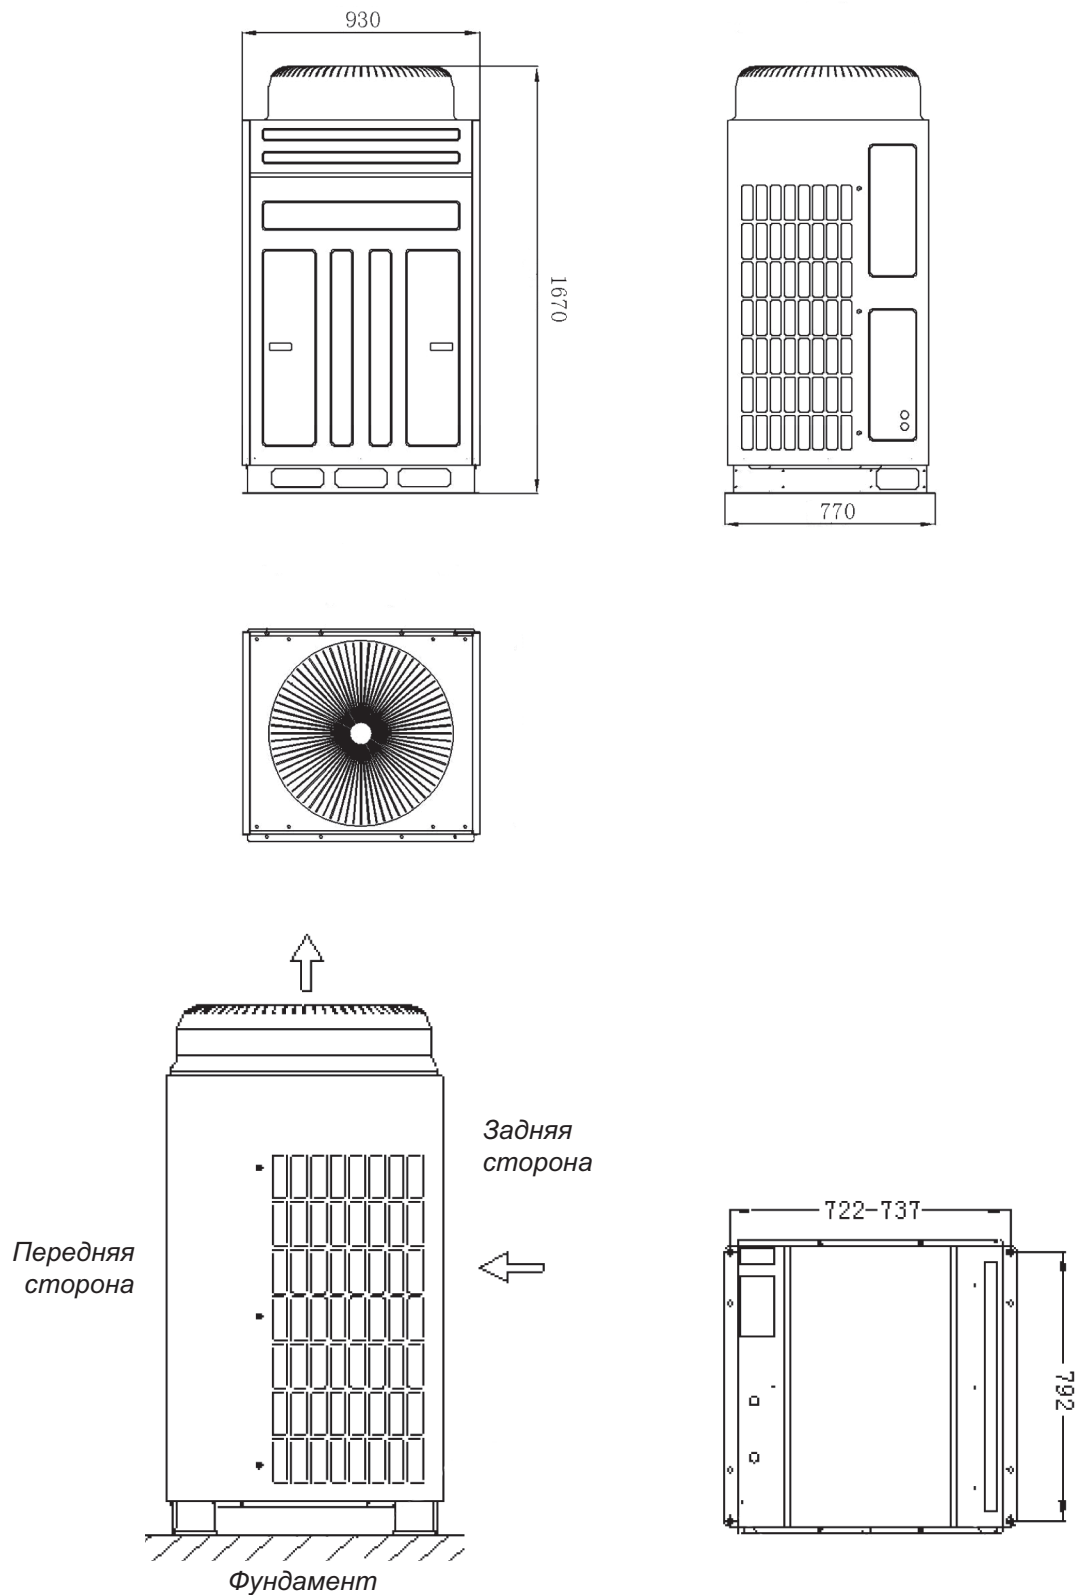

Рис. 9.1
9.1.1 Габаритные и установочные размеры наружных блоков моделей TMV-Pdm224W/Na-M и TMV-Pdm280W/Na-M (рис. 9.1).